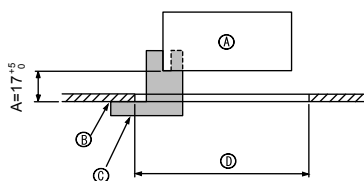
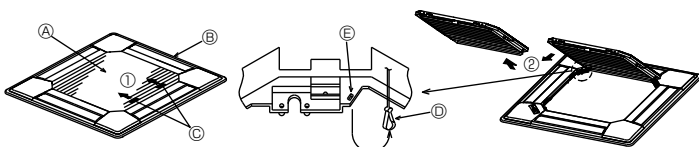
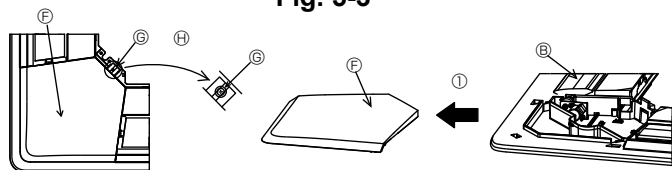

Fig. 5-2
Fig. 5-3
Fig. 5-4
①	Griglia	1	950 × 950 (mm)
②	Vite con rondella di frenata	4	M5 × 0,8 × 25
③	Calibro	1	(Diviso in quattro parti)
④	Dispositivo di attacco	3
⑤	Vite	4	4 × 8
⑥	Vite	1	4 × 12
⑦	Pannello angolare i-see sensor	1	per PLP-6BAE
5.2. Preparazione dell'attacco della griglia (Fig. 5-2)
- Utilizzando il calibro ③ fornito con il kit di montaggio, regolare e controllare la posizione dell'unità rispetto al soffitto. Qualora la posizione dell'unità rispetto al soffitto non sia corretta, è possibile registrare perdite della portata d'aria o la formazione di condensa.
- Ⓒ Calibro ③ (inserito nell'unità)
5.2.1. Rimozione della griglia di ingresso (Fig. 5-3)
- Far scorrere le leve nella direzione indicata dalla freccia ① per aprire la griglia di ingresso stessa.
- Con la griglia di ingresso in posizione "aperta", rimuovere la cerniera della griglia stessa, come indicato dalla freccia ②.
5.2.2. Rimozione del pannello angolare (Fig. 5-4)
- Rimuovere la vite dall'angolo del pannello angolare. Far scorrere il pannello angolare, secondo quanto indicato dalla freccia ① per rimuovere il pannello stesso.
- [Fig. 5-3, 5-4]